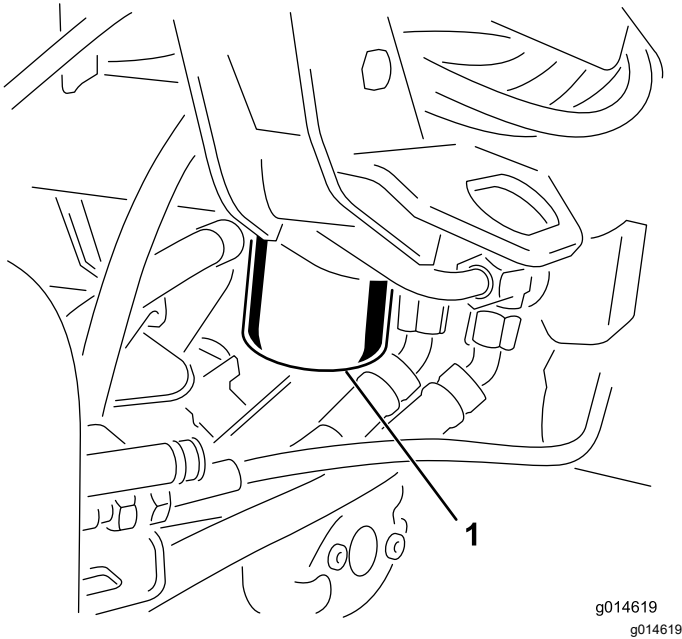

Figura 39
3. En el lado derecho de la máquina, sitúe un recipiente de vaciado debajo del filtro hidráulico (Figura 39).
nuevo (Figura 39), enroscándolo a mano hasta que la junta entre en contacto con la cabeza del filtro; luego apriete el filtro $\frac{3}{4}$ de vuelta más.